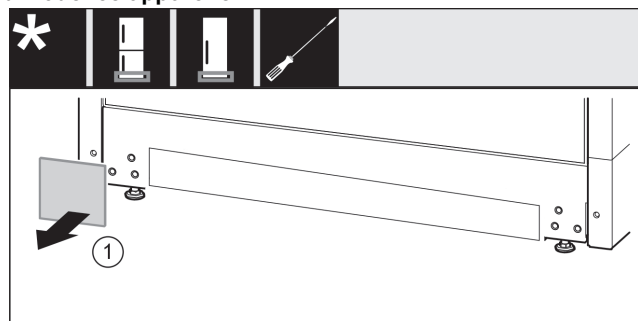

Fig. 42
- Retirer le cache Fig. 42 (1).